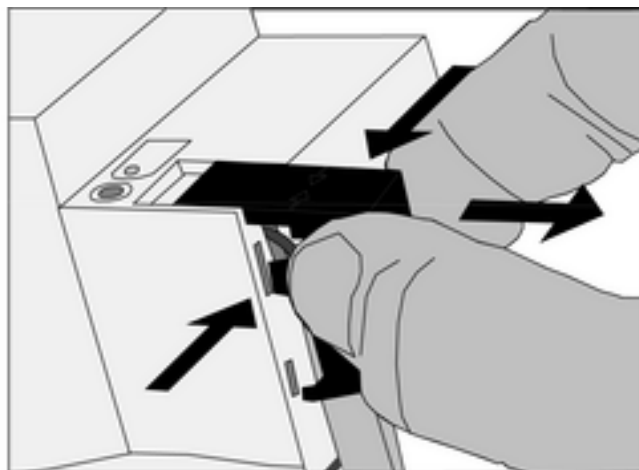

Bild 8: Ta av locket
- Tryck på skyddslocks sida och dra av det (bild 8).